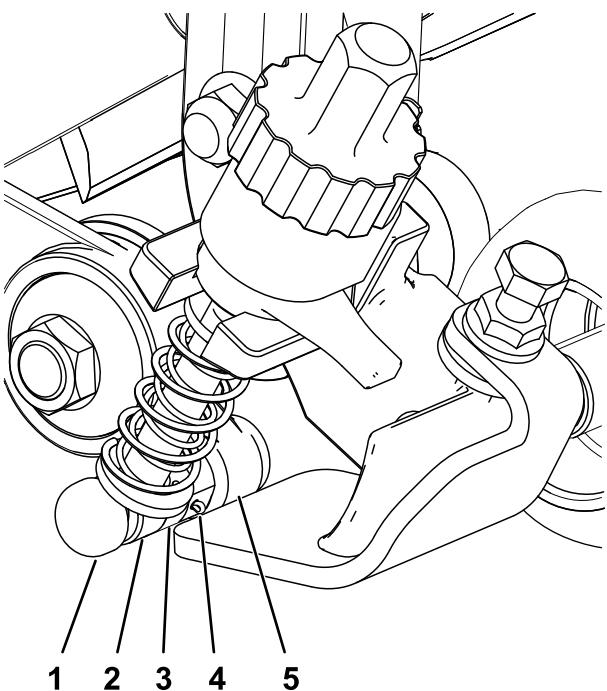

Рисунок 13
6. Удерживая барабан в зафиксированном положении, затяните шестигранную головку на валу блока привода с моментом от 135 до 150 Н·м; см. Рисунок 13.
- На стороне натяжного ролика в сборе выровняйте шток рычага регулятора на кронштейне высоты скашивания (НОС) относительно втулки регулятора на натяжном ролике в сборе и закрепите его при помощи штифта регулятора и шплинта (Рисунок 13).